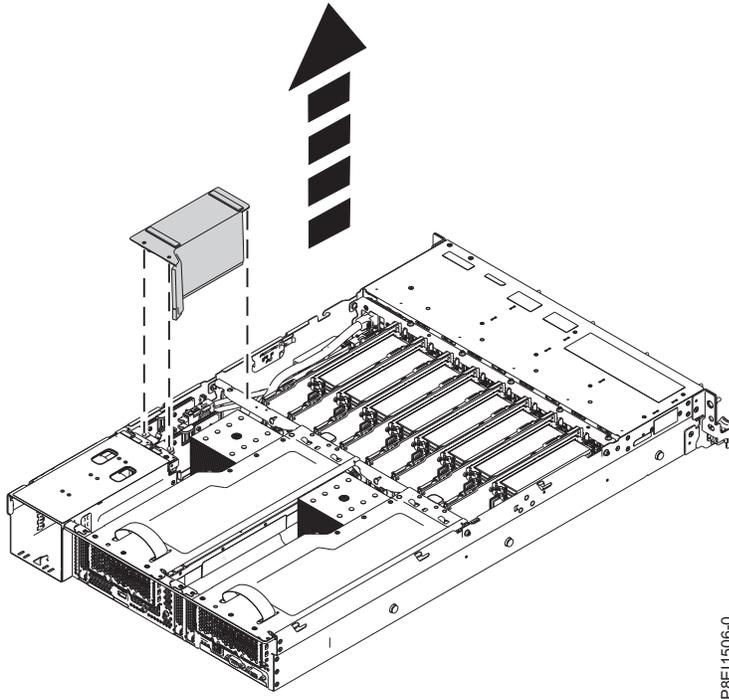

Figura 113. Removendo a placa defletora de ar do riser de energia
2. Remova a placa defletora de ar do riser de energia. Consulte Figura 113.